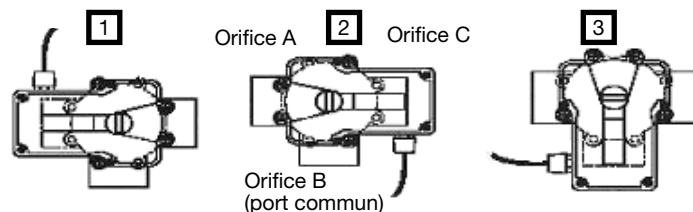

FIG. 3. Positions de montage
- **Montage standard de l'actionneur** : le corps principal de l'actionneur se trouve au-dessus de l'orifice B. Voir l'exemple 2, FIG. 3.
**Remarque :** L'actionneur peut être monté sur une vanne dans une des positions indiquées dans FIG. 3. L'actionneur peut nécessiter une reprogrammation en fonction de sa position de montage et de la tuyauterie de la vanne. Voir « Programmation », page 3.
7. Utilisez quatre (4) vis longues en acier inoxydable (fournies) pour fixer l'actionneur sur la vanne.
**Remarque :** L'actionneur est préprogrammé, avant son expédition, avec des points d'arrêt à 0° et 180°. Cette configuration est destinée à la position 3 dans FIG. 3. Si les points d'arrêt préprogrammés nécessitent une optimisation ou une reprogrammation complète, ce processus est quand même applicable.